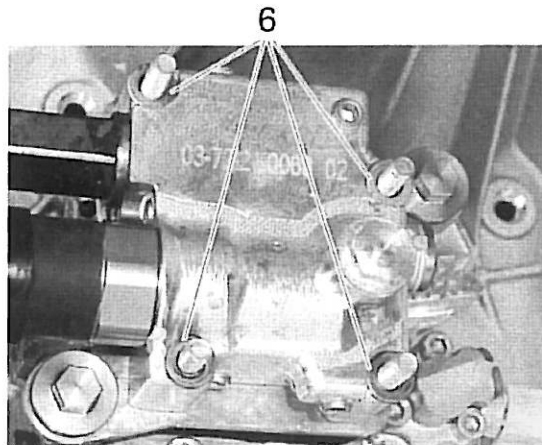

Bild 21
14. Die vier Gewindebolzen mit jeweils einer Unterlegscheibe (item 6) bestücken. Siehe Bild 21.